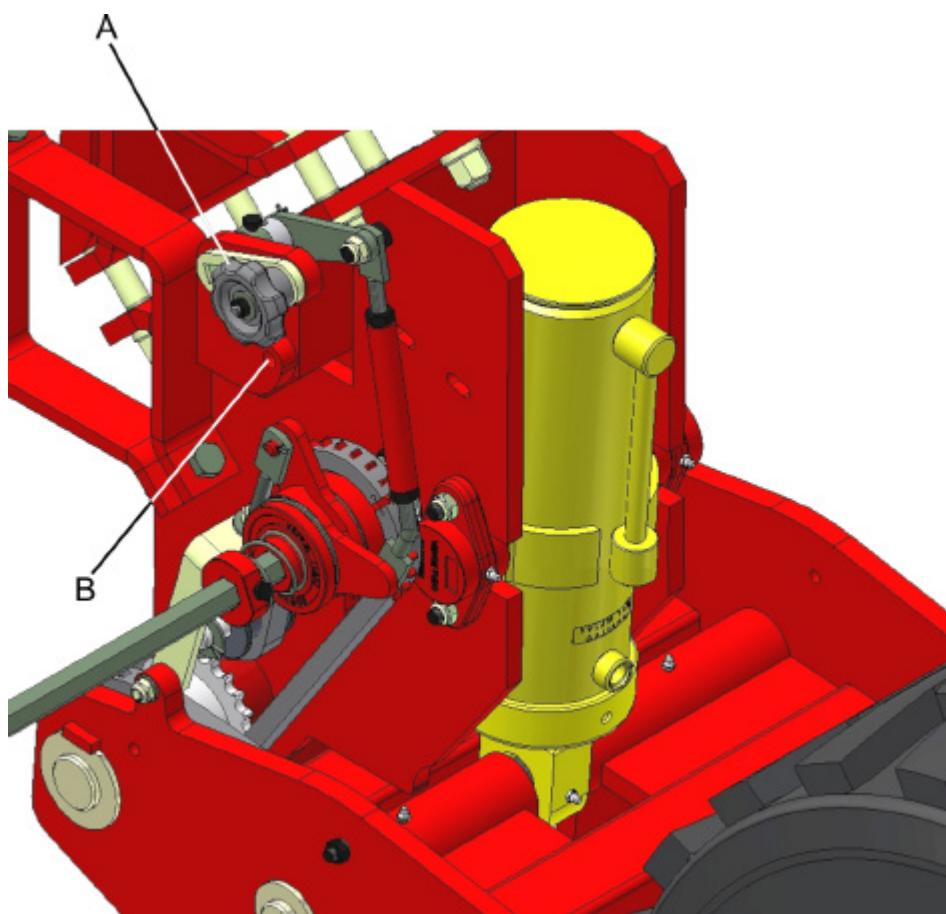

fig. 26
As semeadoras **MACANUDA TOP** são equipadas com catracas localizadas em suas três transmissões. Quando inicia-se o plantio, automaticamente a catraca é acionada quando ela está na posição (A) (fig. 26). Quando a semeadora for erguida, automaticamente a catraca se desliga. Quando colocada na posição (B), sempre ficará desligada.